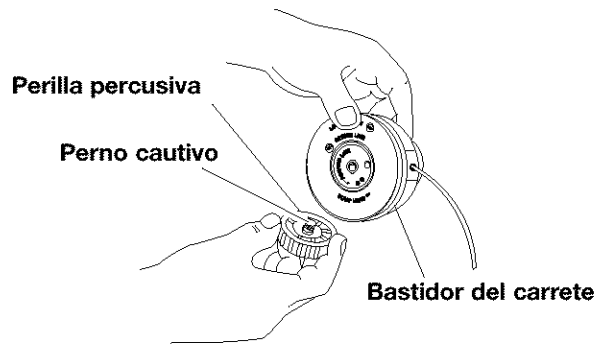

Fig. 19
1. Sostenga el bastidor del carrete con una mano y destornille la perilla percusiva en sentido antihorario (Fig.19). Inspeccione el perno cautivo dentro de la perilla percusiva para asegurarse de que puede moverse libremente. Cambie la perilla percusiva si está dañada.
3. Sostenga el carrete en su lugar y atornille la perilla percusiva en sentido horario nuevamente en el carrete (vea la Fig. 19).